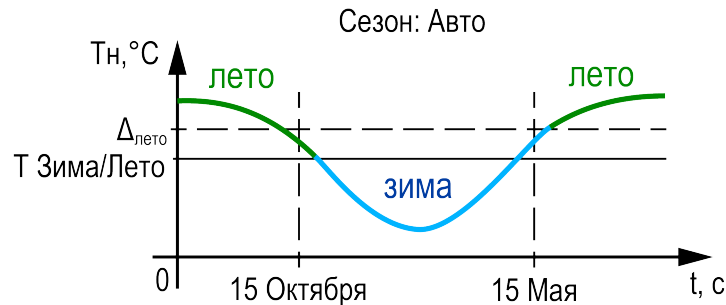

Рисунок 10.4 – Определение сезона
- параметр **Переход: Авто** — к условию перехода между режимами в ручном режиме добавляется условие автоматического перехода (см. рисунок 10.4). Условие перехода в **Лето**: среднесуточная температура наружного воздуха стала выше значения установленного в параметре **Уставка лето** на 3 градуса (не редактируемая величина) и текущая